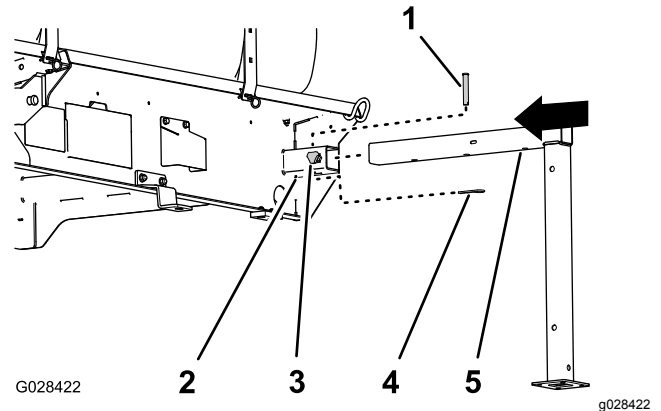

Figure 118
1. Alignez les jambes de support avant sur le récepteur à l'avant de la cuve (Figure 118).
2. Insérez la jambe de support dans le récepteur jusqu'à ce que le trou central du tube horizontal de la jambe soit en face du trou au sommet du récepteur (Figure 118).
4. Vissez à la main une molette de blocage dans le récepteur (Figure 118).